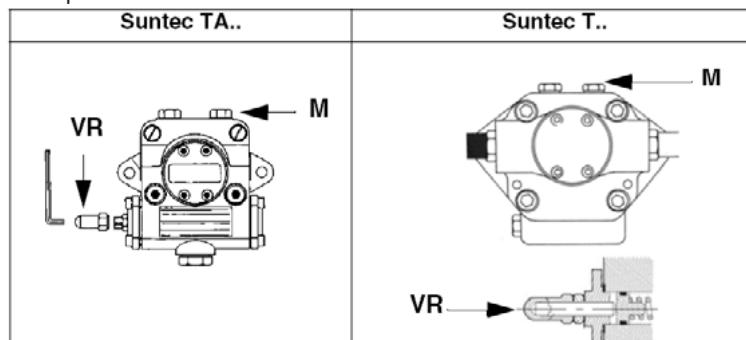

Рис. 12
- выпустить воздух со штуцера (M) манометра насоса (Рис. 12), расслабив слегка заглушку, но не снимая ее; затем отпустить контактор.
- Давление питания форсунки уже отрегулировано заранее на заводе-изготовителе и не должно изменяться. Только в случае необходимости, отрегулировать давление питания (см. соответствующий параграф) следующим образом: установить манометр в положение, указанное на Рис., воздействовать на регулировочный винт VR насоса (см. Рис. 12 и на стр. 16) до получения на форсунке давления в 20 или 25 бар (форсунки Bergonzo или Fluidics/UNIGAS M3 - см. график на стр. 35-36-37);